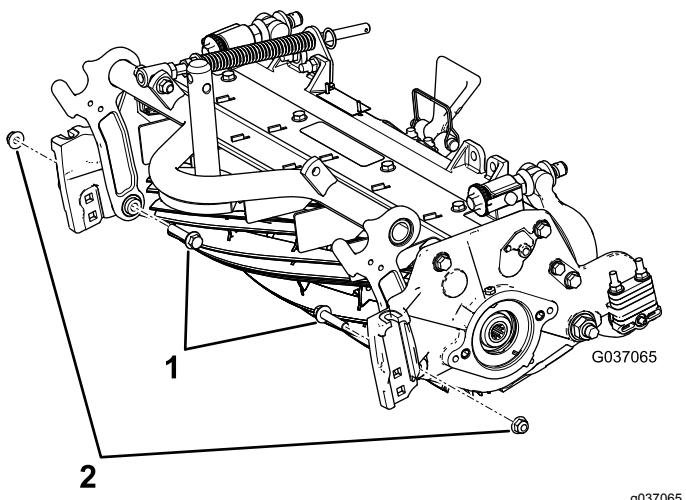

Figure 5
- Dévissez les 2 boulons à embase existants à l'intérieur de l'unité de coupe et fixez-les avec des contre-écrous à embase (3/8") (Figure 5).